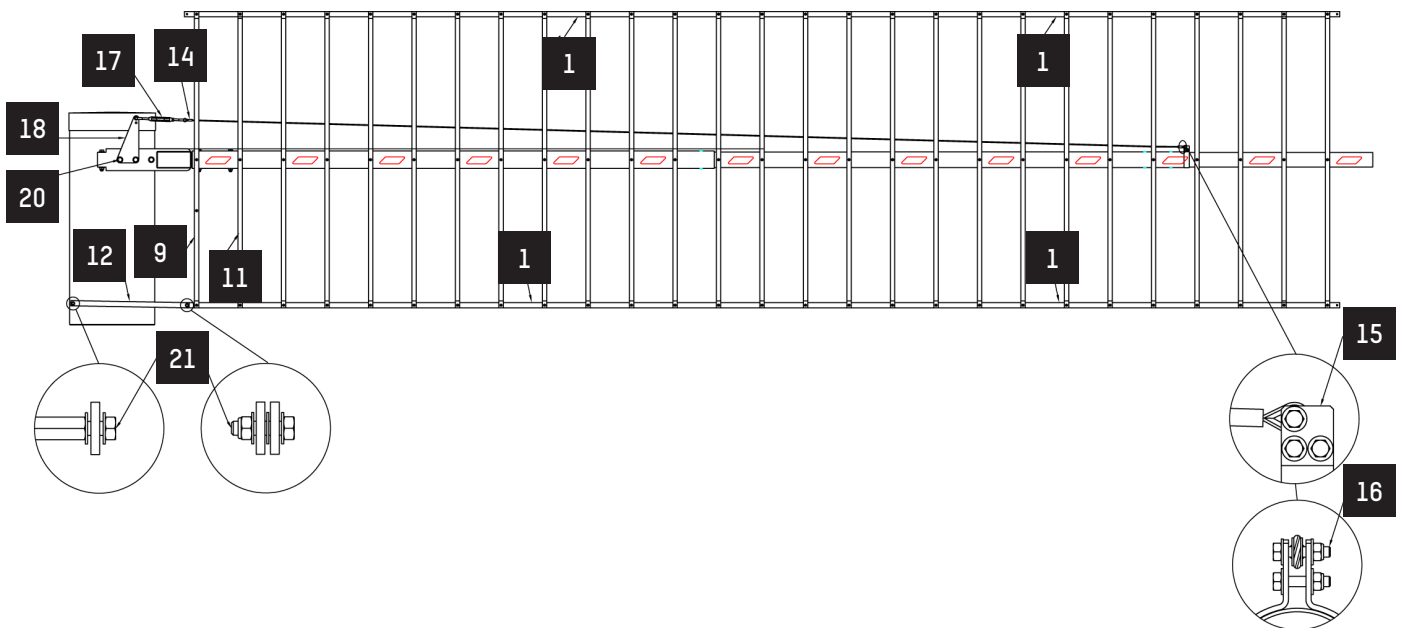
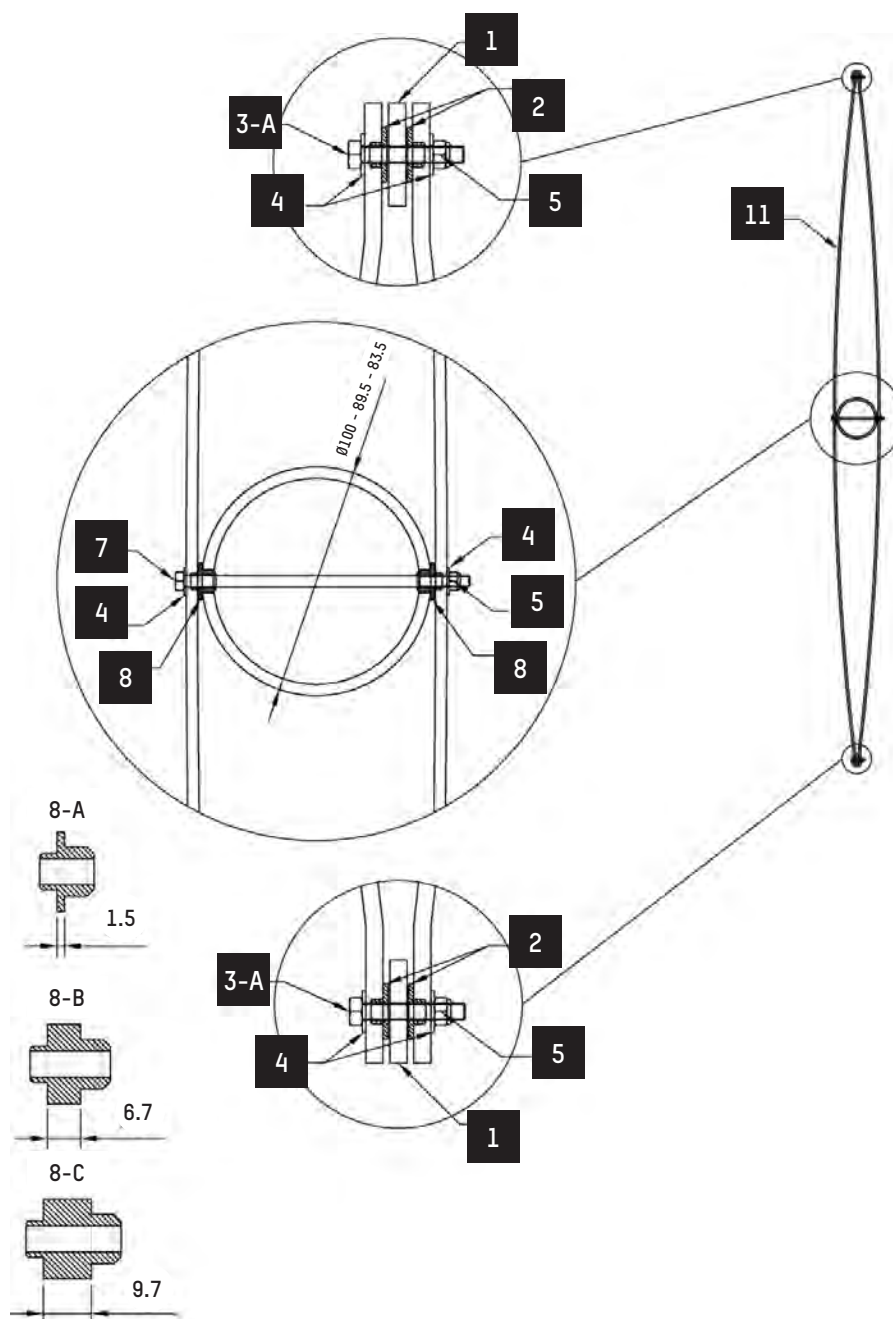

Fig. 23 - Montage av det vikbara staketet
Fig. 25 - Montage av vikbart staket - Montage av profiler
1. Sätt in den första armdelen (16) i fästet (20) och dra åt med skruvarna (17), brickorna (18) och muttrarna (19). Sätt i den andra delen, om sådan finns, i den första (⇒ kap. 6.5.2, sida 31).
5. Montera hela staketet på något av följande sätt [referenserna avser illustrationerna (fig. 23, fig. 24, fig. 25 och fig. 26)]:
- Om staketet levereras helt isärmonterat eller vid reparationer: börja med att montera förankringsringen, det första stängselpaketet (9) och därefter omväxlande en vit och en röd stängselstång (11) tillsammans med kopplingsstångerna (1).
- Om staketet levereras monterat på de olika armsegmenten: genom att koppla samman länkstångerna (1) på de olika elementen.